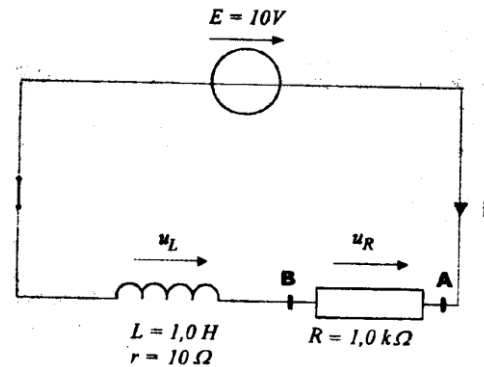

figure 1
Le schéma du montage réalisé est représenté sur la figure 1 (le système d'acquisition est connecté mais non représenté):
1.2 On donne différentes courbes susceptibles de représenter l'intensité du courant en fonction du temps. Choisir celle qui correspond à l'évolution de l'intensité du courant en fonction du temps dans le circuit de la figure 1, après la fermeture de l'interrupteur. Justifier à partir de la courbe expérimentale donnée sur la figure 2.